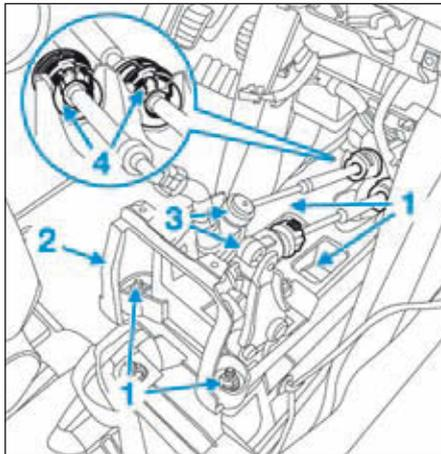

FIG.8
- les écrous de fixation (1) du boîtier de commande de vitesses (Fig.8).
- Déposer le support de console centrale (2).
- Désaccoupler les câbles de commande de vitesses, en agissant sur les rotules (3) puis en tirant les câbles de leur arrêt de gaine (4).